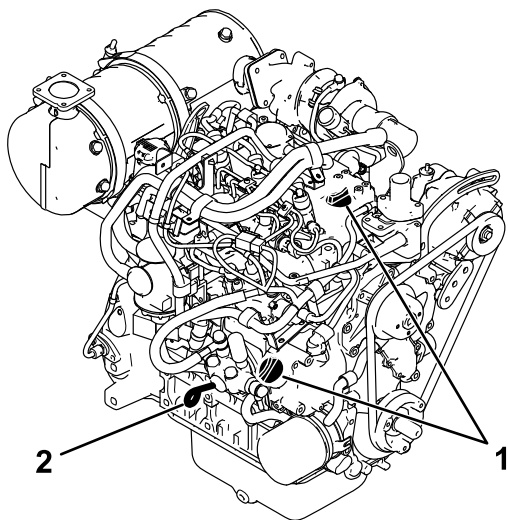

Рисунок 52
5. Очистите зону вокруг масломерного щупа и крышки маслозаливной горловины (Рисунок 52).